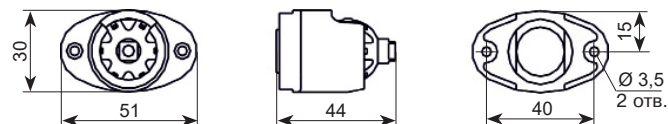

Рисунок 4
- При установке без кронштейна: открутите фиксирующий винт и извлеките плату из основания корпуса, вскройте отверстия в основании, просверлите в стене отверстия согласно отверстиям в основании (рис. 4а), установите в отверстия дюбеля и закрепите основание на стене при помощи шурупов, установите плату в основание, зафиксировав винтом.
- При установке датчика на кронштейн: просверлите в стене отверстия, согласно отверстиям на основании кронштейна (рис. 4б), установите в них дюбеля. Вставьте поворотный шар в кронштейн и закрепите кронштейн на стене при помощи шурупов. Вскройте в основании корпуса отверстие для крепления к кронштейну и закрепите основание на кронштейне с помощью винта.